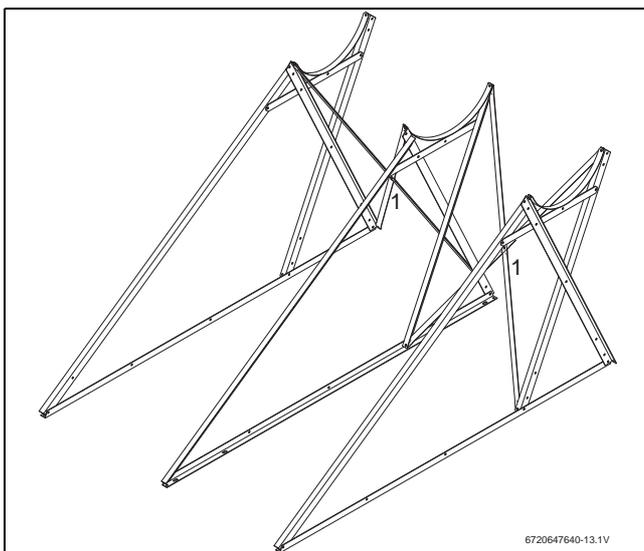

Fig. 21 Montar os perfis de suporte traseiros
- ▶ Aparafusar 4 perfis de suporte traseiros em 2 cruzes (Fig. 21, [1]).